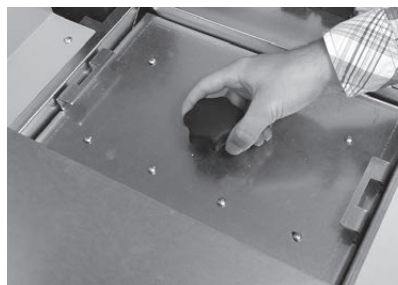

Fig. 68 Svitare il collegamento a vite
- Ruotare il collegamento a vite sul coperchio – Fig. 68.